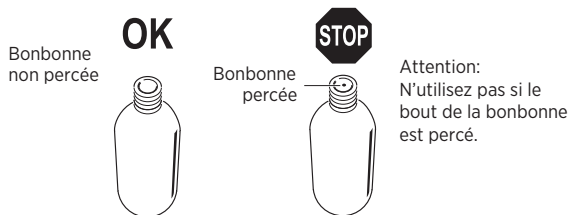

FIGURE 8 VÉRIFIER LA BONBONNE DE CO₂
Le gonflage se produira automatiquement en moins de dix secondes après que le système de gonflage entre en contact avec l'eau. La bobine de détection d'immersion se désintégrera, relâchant une aiguille poussée par un ressort qui percera la bonbonne de CO₂ (Fig. 8), permettant au VFI de se gonfler.
9. Vérifiez la nouvelle bonbonne. Assurez-vous que son extrémité n'a pas été percée (Fig. 8).
3. Inspectez la nouvelle bonbonne pour vous assurer qu'elle n'est pas percée (Fig. 8).
01. Retirez la bonbonne de CO₂ pour empêcher tout gonflage accidentel pouvant endommager votre VFI. Inspectez la bonbonne pour confirmer qu'elle n'a pas servi (Fig. 8). Dévissez et retirez le capuchon et la bobine, sinon elle se désintègrera quand vous entrerez dans l'eau.